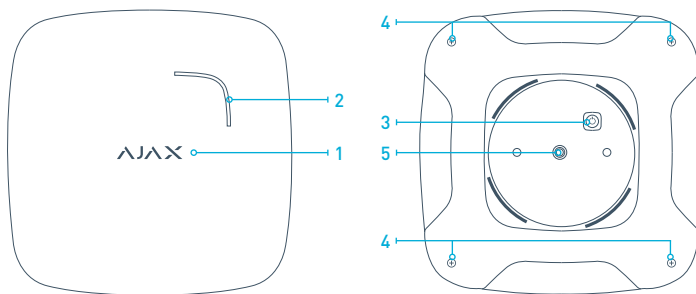

РИС. 1. Датчик FireProtect
4.1 Для регистрации датчика необходимо перевести приемное устройство охранной системы Ajax в режим «Добавить устройство» (как это сделать см. в руководстве к приемному устройству) и включить датчик зажатием кнопки «3» (РИС.1) на 3 секунды. В момент включения исправный датчик должен мигнуть зеленым светодиодом «1» (РИС.1). Запрос на регистрацию передается только в момент включения датчика! Если регистрация датчика в охранной системе по какой-либо причине не произошла, FireProtect мигает зеленым светодиодом 6 раз с периодичностью раз в секунду, после чего переходит в автономный режим. Чтобы повторить регистрацию – включите датчик зажав кнопку на 3 с и выдержав паузу в 5 секунд включите его снова. Если FireProtect был удален из списка зарегистрированных в охранной системе устройств, то он аналогично мигает зеленым светодиодом 6 раз с периодичностью раз в секунду, после чего автоматически переходит в автономный режим.
5.5 Активация режима тревоги сопровождается звуковым сигналом встроенной сирены и световой индикацией — на датчике загорается красный светодиод. В режиме тревоги предусмотрена возможность отключить звуковой сигнал примерно на 10 минут нажатием сенсорной кнопки «ТЕСТ» («1», РИС.1), которая находится в центре логотипа AJAX. Световая индикация тревоги при этом не отключается, на приемник при этом никаких сообщений не приходит и он продолжает детектировать тревогу. Если через 10 минут уровень дыма, температура или уровень содержания CO в воздухе не нормализовались, звуковой сигнал воспроизводится повторно.
5.11 Перед установкой обязательно проведите тест, чтобы убедиться в работоспособности датчика дыма. При включенном работающем датчике (без тревоги) нажмите на 5-10 секунд на корпусе кнопку «ТЕСТ» («4», РИС. 1) в центре логотипа AJAX, это переведет датчик в режим самотестирования приблизительно на 5 секунд. В режиме самотестирования проверяется работоспособность дымовой камеры, производится электронная имитация присутствия дыма, и если дымовая камера исправна – выдается звуковой сигнал.
6.6 Своевременно заменяйте батареи питания на новые. При разряде батареи датчик передает соответствующий сигнал на центральный блок сигнализации. О разряженной батарее датчик также сигнализирует звуковыми сообщениями: один короткий звуковой сигнал – разряжены основные батареи CR2; два коротких звуковых сигнала – разряжена дополнительная батарея CR2032; три звуковых сигнала – разряжены обе батареи. Для замены батареи выключите датчик, открутите саморезы «4» (РИС.1) и снимите крышку датчика. В конструкции датчика предусмотрены элементы, блокирующие его закрытие без установленных основных батарей. Замените разряженные батареи на новые, соблюдая полярность. Включите датчик.